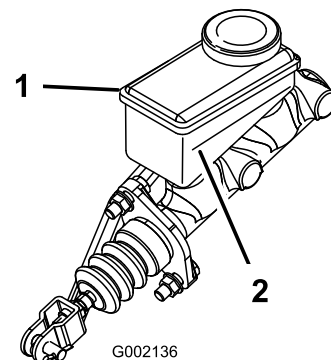

Figura 65
5. Osservate la linea del livello del fluido sul lato del serbatoio (Figura 65).
- B. Aggiungete il fluido dei freni DOT 3 al serbatoio, in modo che il livello del fluido sia superiore alla linea del minimo (Figura 65).